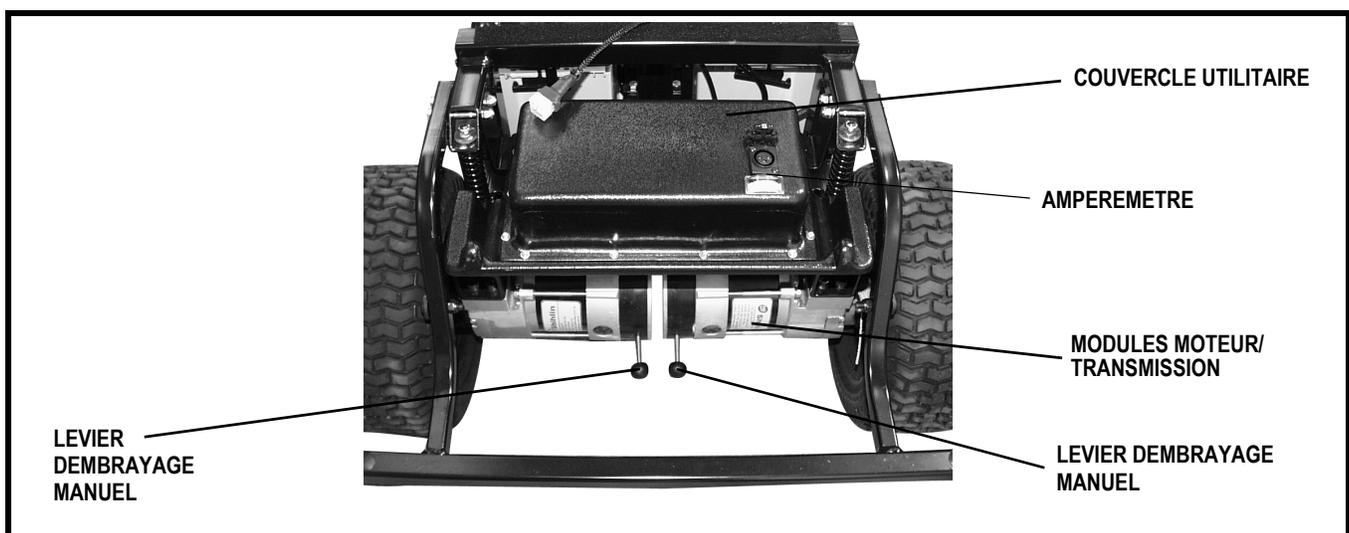

Figure 6A. Section Arrière
- Le disjoncteur principal est monté entre les batteries. **Voir la figure 6A.**
Lorsque vous devez déplacer votre Ranger sur une courte distance, vous pouvez le désembrayer manuellement (freewheel mode). Les manettes d'embrayage sont situées sur les extrémités du moteur à l'arrière du scooter. **Voir la figure 6A.**